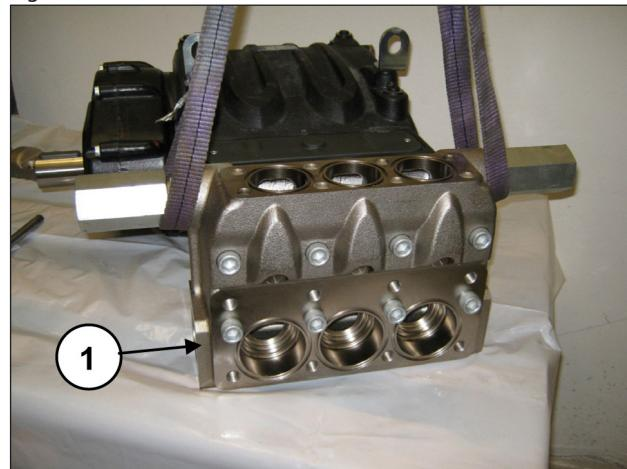
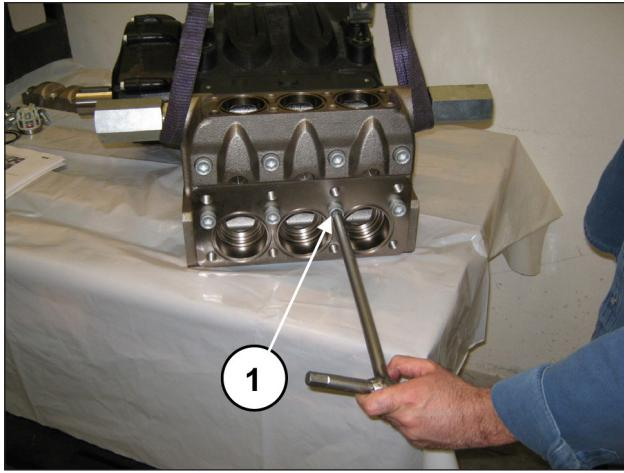

Fig. 164
Fig. 165
Montar la cabeza en el cárter de la bomba (pos. ①, Fig. 164) sin golpear los pistones y apretar los 8 tornillos M16x150 (pos. ①, Fig. 165).